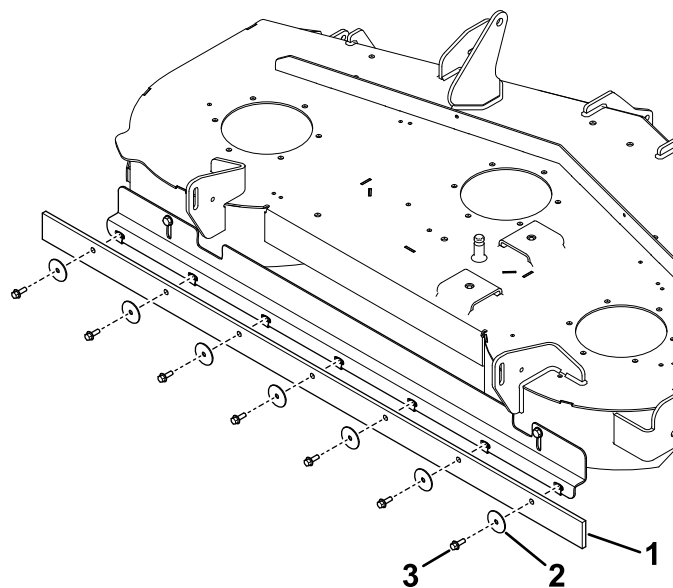

Figura 5
7. Montați tergătorul pe suport folosind 7 uruburi ($\frac{1}{4} \times \frac{3}{4}$ ") și 7 piulițe (Figura 5).